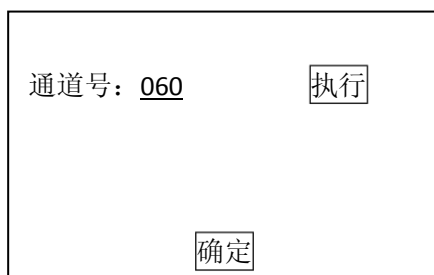

图 3-11
- 7) 输入通道号 060，按【执行】进行操作。如图 3-11；